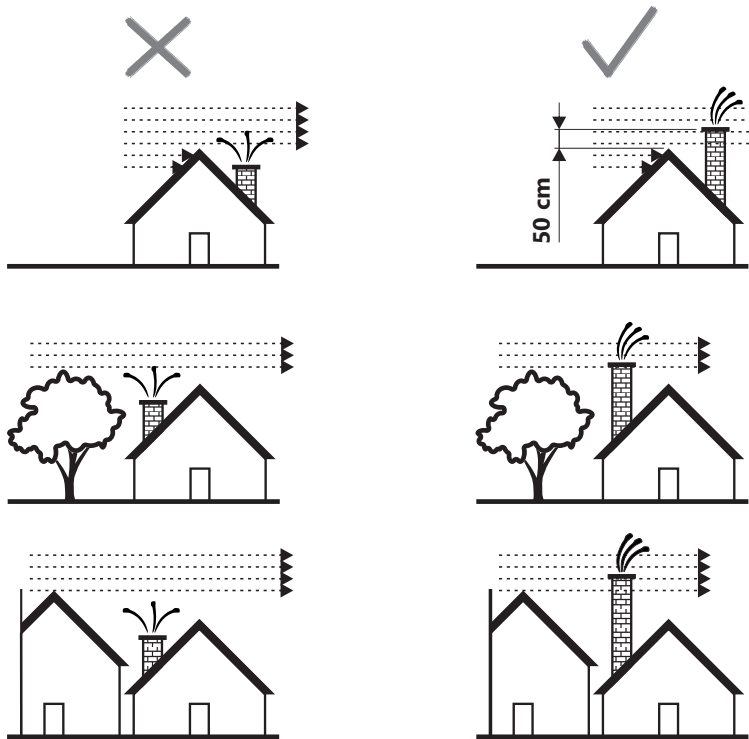

Figure 2
- la cheminée doit être plus haute que le toit d'au moins 0,5 m et dépasser les bâtiments/obstacles qui se trouvent à son voisinage (une maison voisine, un arbre...) (fig. 2).